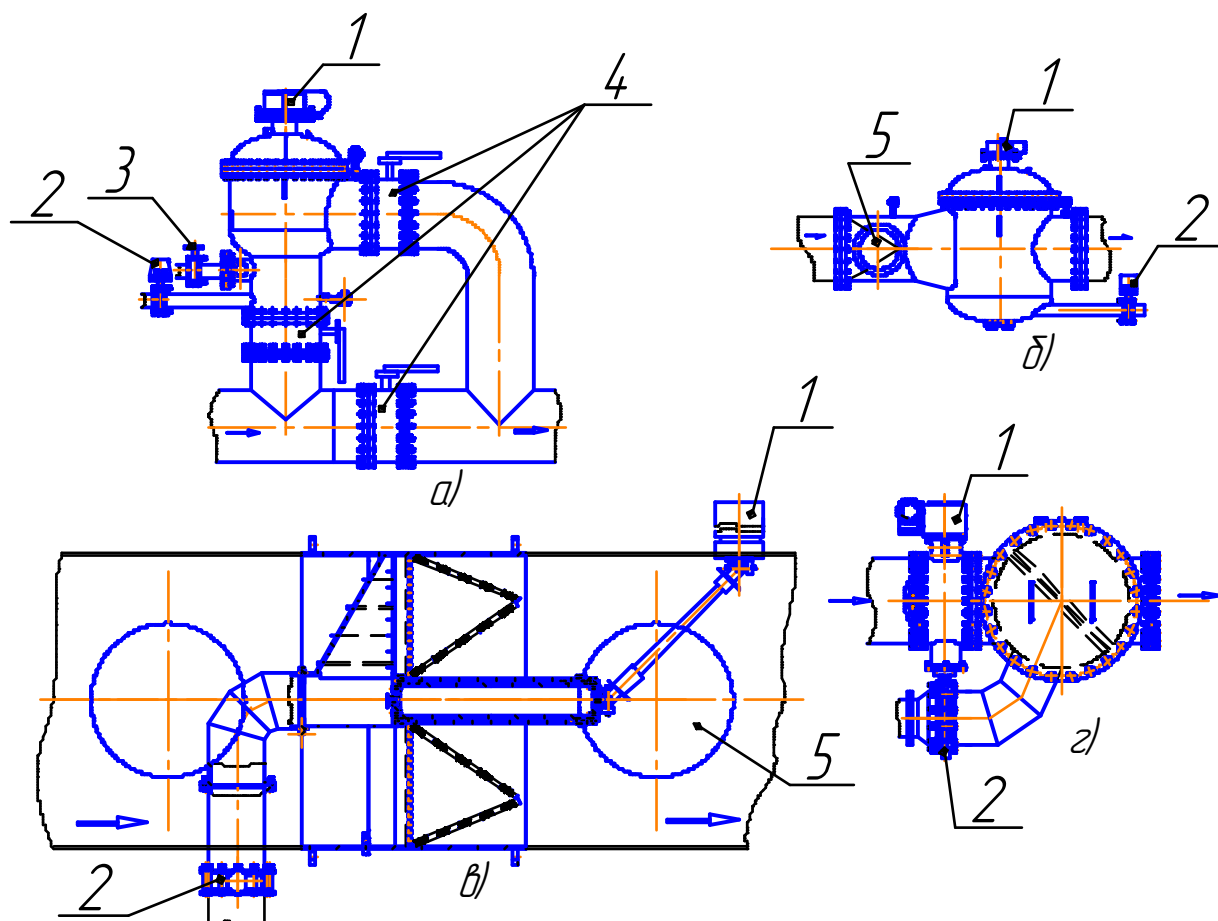

Рис. 1.
2.1. Автоматизированные самопромывающиеся фильтры (рис. 1)
Фильтры ФСЦ и ФСВ (рис. 1 а и б) имеют цилиндрический фильтроэлемент, состоящий из цилиндрического каркаса (в виде беличьей клетки с множеством продольных ячеек) и натянутой на него сетки. Соосно фильтроэлементу установлен очиститель с одним или двумя соплами. При промывке фильтра очиститель вращается, и сопла последовательно совмещаются с ячейками фильтроэлемента. При этом сопла, а через них и ячейки фильтра, последовательно соединяются со сливом, создаётся обратный поток воды через ячейки и участки сетки в них. Обратный поток воды поочерёдно очищает все ячейки каркаса и участки сетки и выносит загрязнения на слив.
Фильтр ФСБ (рис. 1, в) имеет 8 – 12 камер в виде секторов в цилиндрическом корпусе, в которых под острым углом к потоку установлены сетчатые фильтроэлементы. Соосно корпусу установлен очиститель с соплом в виде радиального коробчатого сектора. При промывке фильтра очиститель вращается, и его сопло последовательно совмещается по торцу с каждой камерой. При этом сопло, а через него и камеры, соединяются со сливом, создаётся обратный поток воды через камеры и фильтроэлементы в них. Обратный поток воды поочерёдно очищает камеры и фильтроэлементы и выносит мусор на слив.
Фильтр ФСА (рис. 1, г) имеет две камеры, которые разделяют установленный наклонно к потоку фильтроэлемент на два участка. При промывке фильтра заслонка в автоматическом режиме перекрывает поочерёдно одну, затем другую камеры, при этом закрытая камера соединяется со сливом. Через участок сетки в этой камере создаётся обратный поток воды, который очищает камеру и участок сетки в ней и выносит загрязнения на слив.
Если кратковременный расход воды на слив не пропускает имеющийся водовод или ливневая канализация, рекомендуется на сливном трубопроводе между сливным клапаном 2 (см. рис. 1 и 2) и сливным водоводом поставить буферную ёмкость, из
3.2. Фильтр ФСЦ (см. рис.1 а) является наиболее универсальным. Он может применяться для расходов до 2100 м³/час (до Ду 700 мм) везде, где проходит по габаритам и условиям монтажа (см. монтажные чертежи по фильтрам ФСЦ). По предложению заказчика может быть поставлен фильтр ФСЦ для больших расходов.
Решетка грубой очистки для улавливания случайных крупных включений встроена в корпусе фильтра. Только в фильтре ФСЦ нет необходимости перекрывать водовод фильтруемой воды для удаления крупных включений. Они удаляются путём периодического открытия ручного шарового крана 3 (см. рис. 1) в режиме очистки фильтра.
3.3. Фильтр ФСВ (см. рис. 1 б) является универсальным и может применяться для расходов до 2100 м³/час (до Ду 700 мм) везде, где проходит по габаритам и условиям монтажа.
3.4. Фильтр ФСБ (см. рис. 1в) применяется для расходов 2700 м³/час и более (Ду 800 мм и более) для любых условий в пределах его характеристик.